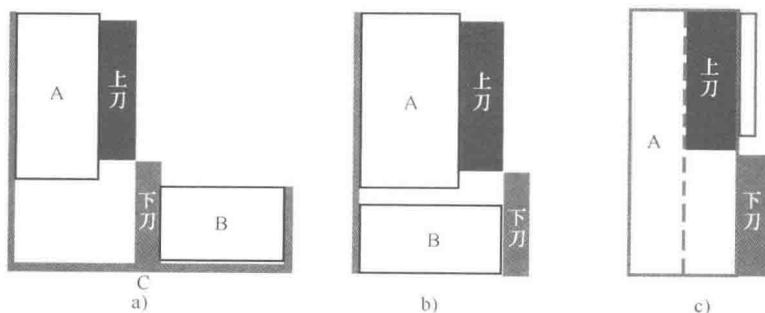

图 3-78 不同设计折弯出来的板材品质不同
(2) 刀具的基准设计（避免间接基准，否则有累积误差） 冲裁机构上的刀具，最好有统一而确定的基准。把刀具的基准设计好，把定位问题处理好，刀具的互换性可得到加强。图 3-78 所示的三种设计，因为有统一的基准，设计三相对合理些。